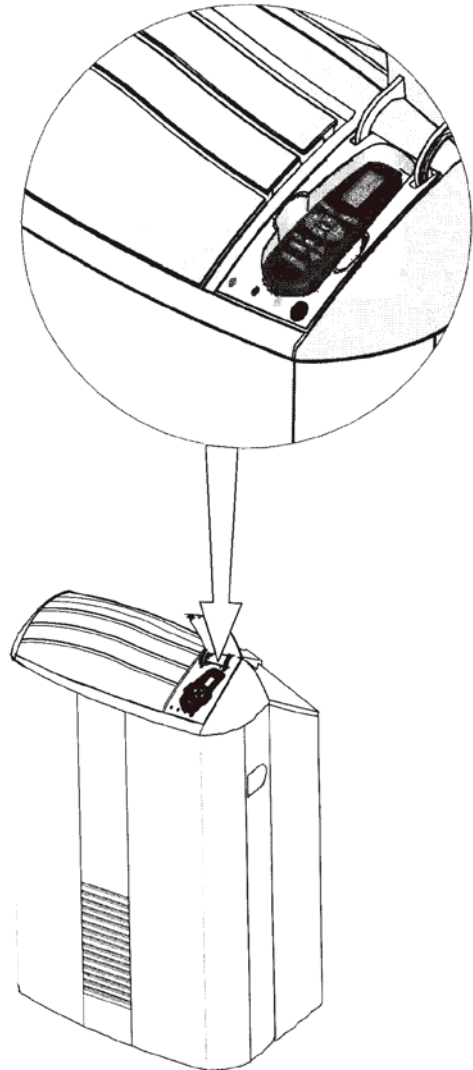

Abb. 13. Anwendung Fernbedienung
- Nehmen Sie die Batterien aus der Fernbedienung, wie in Abb. 13 gezeigt. Verwenden Sie zwei 1,5 Volt-Batterien vom Typ AAA.
Verstauen Sie die Fernbedienung in der Halterung, wenn das Gerät nicht in Betrieb ist. Sie können die Fernbedienung einfach in die Halterung ein- und wieder heraus-schieben. (Siehe Abb. 13).